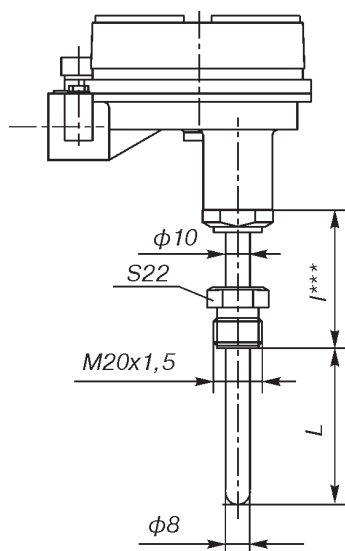

Рис.23 (ост.см.рис.4)
*** L = 120, 160, 200 мм (см.*) - для Метран-281-Exd по рис.23;
L = 80 мм - для Метран-286-23-Exd по рис.23.
- 23** по рис.23